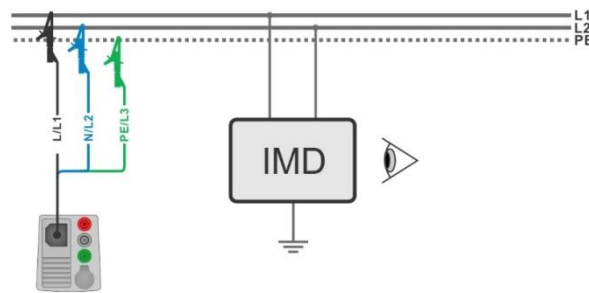

Abbildung 7.63: AUTO IT Messung
- › Schließen Sie den 3-Leiter Prüfadapter am Prüfling an, siehe **Abbildung 7.63**.